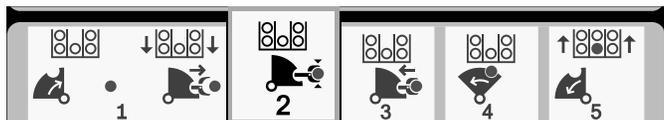

Рисунок 18
- Отпустите кнопку, чтобы перейти к следующему этапу в последовательности (Рисунок 18).